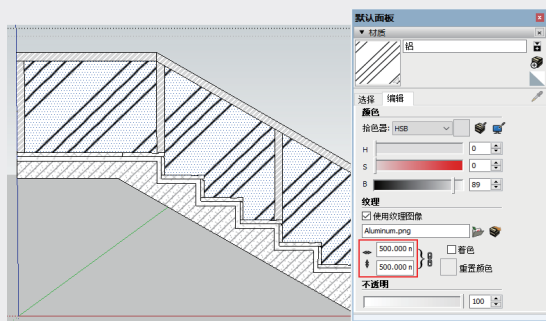

图3-229
- 06 选择“铝”材质, 并赋予玻璃面, 如图3-229所示。